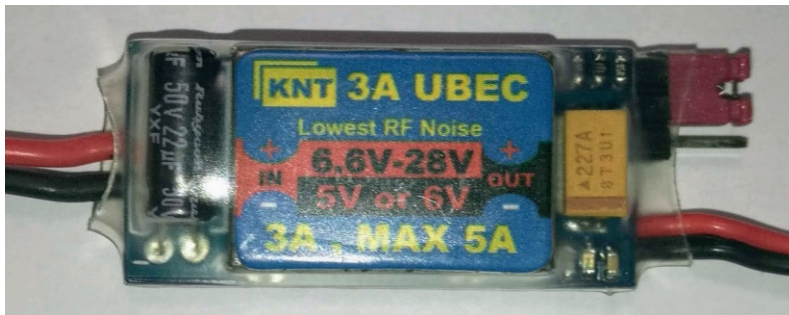

Рис. 6.12. Модуль вторичного питания, заменяющий отдельную батарею
- **эмулятор батарей5:** при таком подходе используется *BEC (battery eliminator circuit – схема заменителя батареи, модуль вторичного питания)* / регулятор (рис. 6.12).